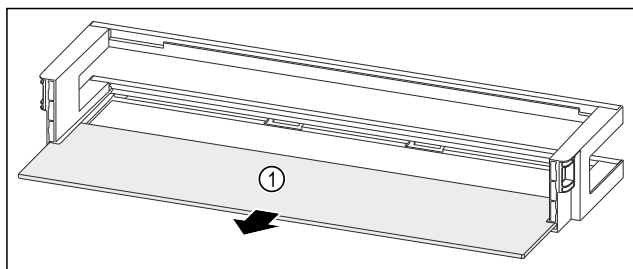

Fig. 191 Dveřní přihrádka s odkládací plochou
- Odkládací plochu Fig. 191 (1) odeberte.